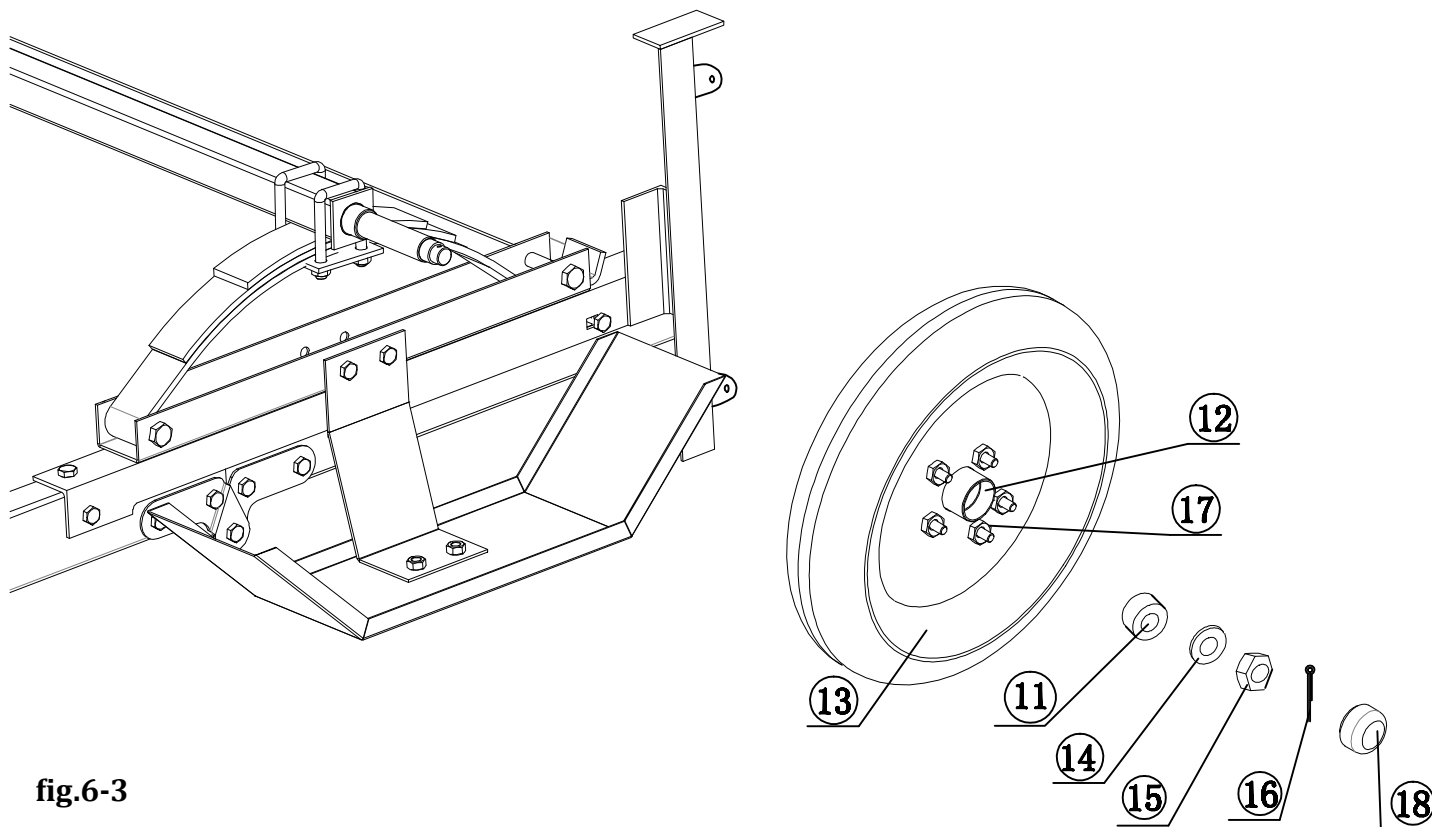

fig.6-3
5. Glissez soigneusement l'ensemble pneu / moyeu sur l'essieu avec les écrous de roue tournés vers l'extérieur, fig. 6-3
6. Installez le roulement extérieur avec le cône orienté vers l'intérieur en direction du moyeu (fig.6-3, 11).
7. Installez la rondelle et l'écrou crénelé (fig.6-3, 14 & 15). Serrez l'écrou crénelé tout en tournant le pneu / moyeu. Serrez l'écrou crénelé jusqu'à ce qu'il y ait résistance tout en tournant le pneu / moyeu.